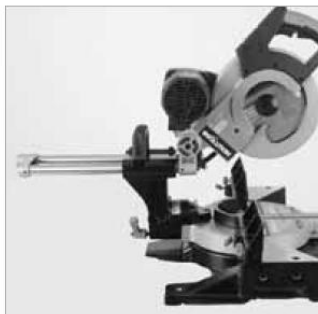

Fig. 23
- Для резки таким образом, скользящие направляющие должны быть в максимально отодвинутом положении (Fig.23)